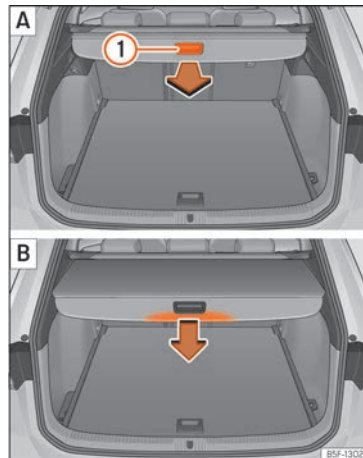

Fig. 112 Dans le coffre à bagages : dérouler et enrouler la plage arrière.
- Tirez uniformément sur la plage arrière par la poignée » » fig. 112 ① [A] vers l'arrière puis retirez-la jusqu'en butée jusqu'à ce qu'elle s'encastre de manière audible.
- Appuyez sur la poignée de la plage arrière dans le sens de la flèche jusqu'à la débloquer » » fig. 112 [B].